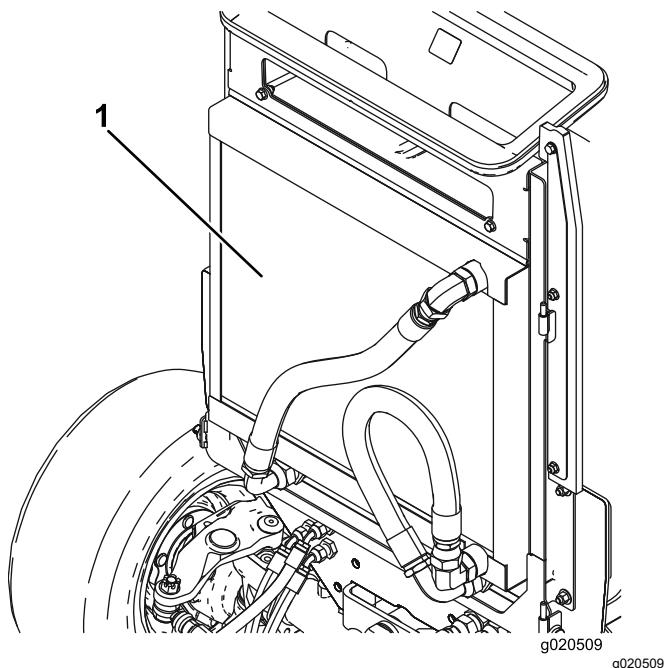

Figura 71
2. Limpie a fondo ambos lados de la zona del enfriador de aceite/radiador (Figura 71) con aire comprimido. Empezando en la parte delantera, sople los residuos hacia la parte trasera. Luego, limpie desde atrás, soplando los residuos hacia adelante. Repita este procedimiento varias veces hasta eliminar todos los residuos.